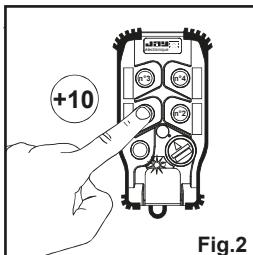

Fig.2
- 5- Verriegelung oder Freigabe durch Druck auf die Taste Nr.2 wählen; der gewählte Modus wird durch die Kontrolleuchten angegeben (fig2 & 3).
- 4- Den neuen Kanal mit den Tasten Nr.1 und Nr.2 wählen (fig.2&3).